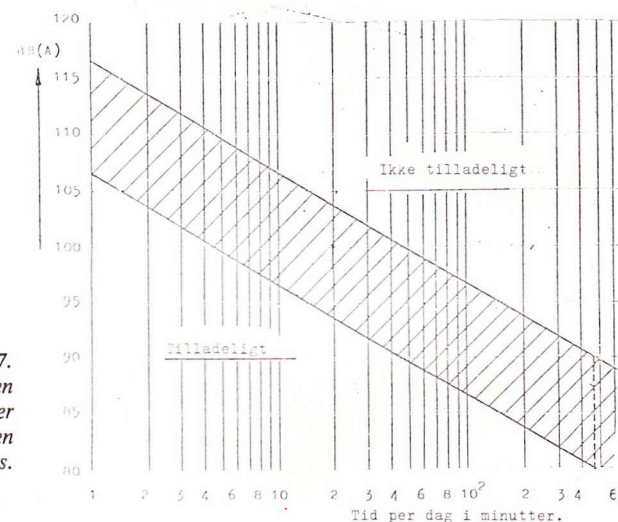

Fig. 7. ISO rekkommendationen angiver tilladelige lydstyrker i dB(A) som funktion af den daglige dosis.
a. *Under flyvning* er lydstyrken på 80-85 dB(A). Tilladelig tid pr. dag efter fig. 7 er 150 til 400 minutter. Selv de mest fanatiske når næppe så meget.
b. *Opvarmningstid og mellemlandinger.* Målinger foretaget ved mekanikerens øre vises i figur 8. Det ses, at lyden fra Bugl'en (106 dB(A)) ikke er helt sikker for mekanikerens ører, jvf. fig. 7, idet en normal konkurrence indebærer 6-8 opvarmninger af 1 1/2 minuts varighed. At det kan tolereres skyldes, at øret hviler mellem hver opvarmningsperiode, og at det normalt ikke er hver dag, der flyves.